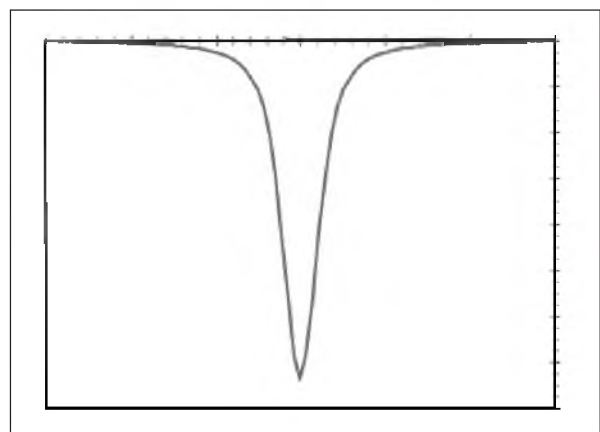

Рисунок 3. Обработанный сигнал детектора
- Этот сигнал используется для определения количества света, поглощенного анализируемым газом (рисунок 3).